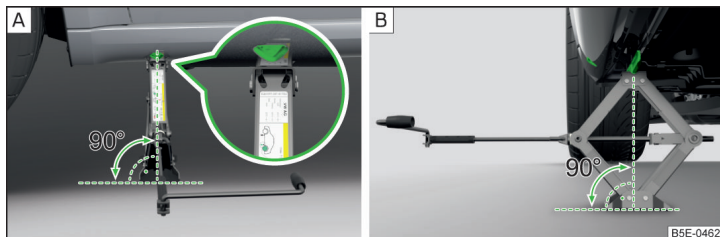

Fig. 196 Colocar el gato
- Apoye la placa de base del gato con toda la superficie en un suelo recto y asegúrese de que el gato se encuentra en posición vertical respecto al punto de apoyo » fig. 196 - **A**.
- Gire el gato con la manivela debajo del punto de apoyo hasta que su garra se encuentre en el larguero inferior » fig. 196 - **B**.